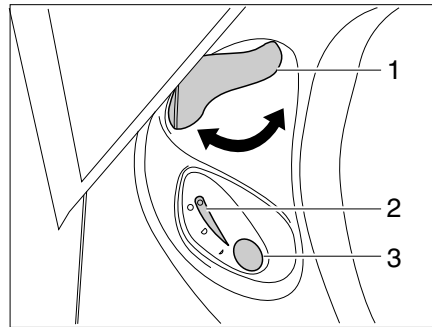

Fig. 369 Unité de commande des toilettes Thetford
- Avant d'actionner la chasse d'eau, ouvrir le curseur des toilettes Thetford. Tourner pour cela le levier du curseur (Fig. 369,1) dans le sens inverse des aiguilles d'une montre.
- Pour actionner la chasse d'eau, appuyer sur le bouton bleu (Fig. 369,3).
- Après avoir actionné la chasse d'eau, fermer le curseur. Tourner le levier du curseur (Fig. 369,1) dans le sens des aiguilles d'une montre.
Le voyant de contrôle (Fig. 369,2) s'allume lorsque la cassette Thetford doit être vidée.
- Tourner le levier du curseur (Fig. 369,1) dans le sens des aiguilles d'une montre. Le curseur se ferme. Pour la vidange il **faut** que le curseur des toilettes Thetford soit fermé.